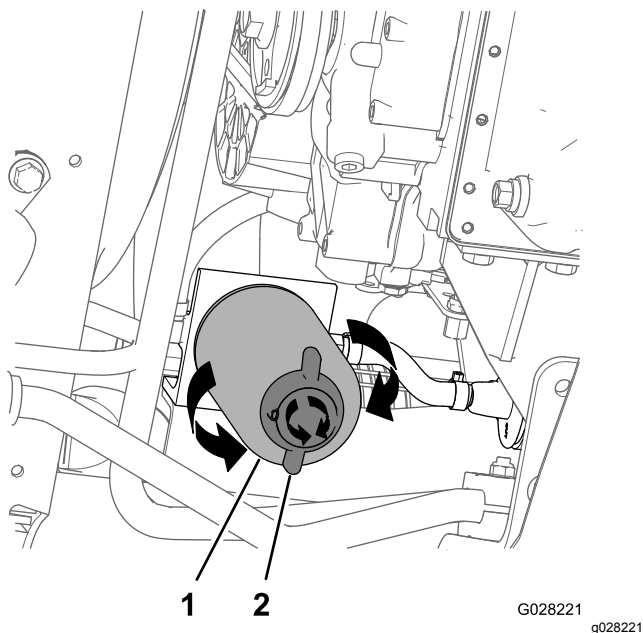

Bild 77
4. Stellen Sie eine Auffangwanne unter den Kraftstofffilter, siehe Bild 77 in Auswechseln des Wasserabscheider-Filter \(Seite 63\).
4. Reinigen Sie den Bereich um den Wasserabscheider-Filter und die Befestigung des Filteradapters (Bild 77).
5. Entfernen Sie den Wasserabscheider-Filter (Bild 77).
9. Stellen Sie sicher, dass das Ablassventil unten am Wasserabscheider-Filter ganz nach rechts gedreht ist (Bild 77).
2. Stellen Sie eine Auffangwanne unter den Wasserabscheider-Filter (Bild 77).
3. Drehen Sie das Ablassventil unten am Wasserabscheider-Filter nach links (Bild 77).